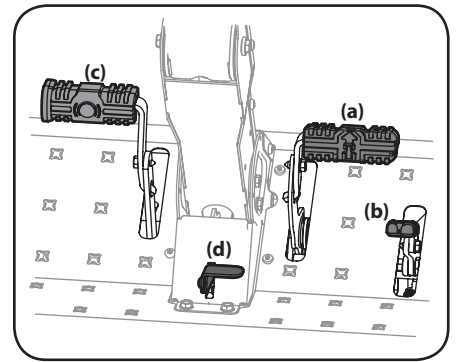

Figure 3-1
2. Pour vous déplacer en marche avant, appuyez doucement sur la pédale de marche avant (a) jusqu'à ce que vous atteigniez la vitesse désirée. Voir Figure 3-1.
8. Pour vous déplacer en marche arrière, regardez d'abord derrière vous, puis appuyez doucement sur la pédale de marche arrière (b) avec l'avant du pied (et NON avec le talon) jusqu'à ce que vous atteigniez la vitesse désirée. Voir Figure 3-1.